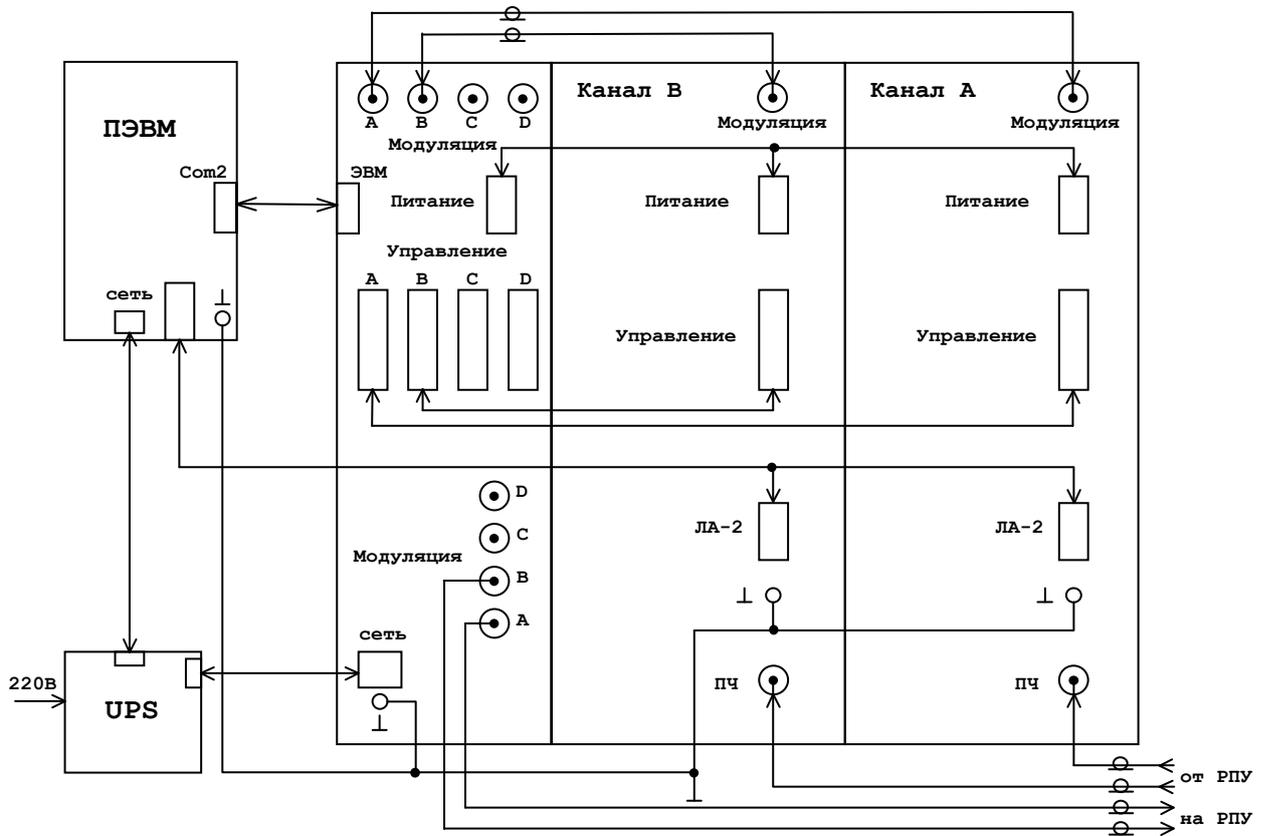

Рис. 1
Установка ПРМ-2 на месте эксплуатации, соединение блоков ПРМ-2 между собой и с другими устройствами производится в соответствии со схемой, указанными на рис. 1.
6.4. Проверить внешним осмотром механическую исправность всех блоков, подключить все кабели, согласно схеме рис.1.
(согласно рис. 1) и установки соединений в «W-98» по сети и по RS-232 .
- Во втором случае необходимо проверить правильность соединения всех кабелей (согласно рис. 1) и установки соединений в «W-98» по